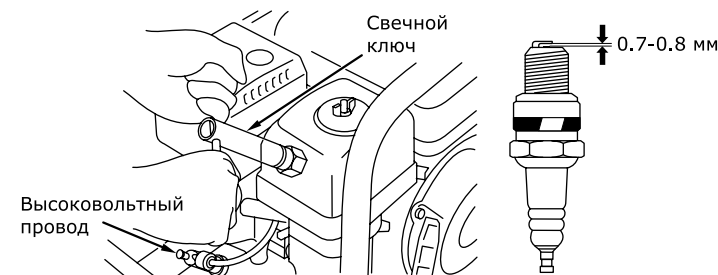

Рис. 18
- Выверните свечным шестигранным ключом (входит в комплект поставки) и осмотрите свечу (рис. 18). Юбка свечи (между керамической частью и металлической частью) должна иметь желтовато-коричневый цвет.
- Проверьте величину зазора между заземляющим и центральным электродами, используя специальный щуп. При необходимости установите зазор 0,7 – 0,8 мм (рис. 18).